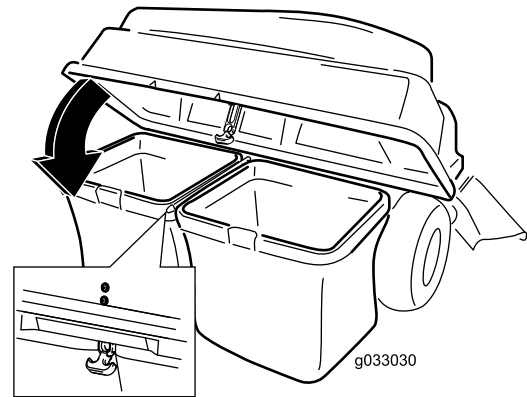

Bild 13
5. Senken Sie die Abdeckung des Heckfangsystems auf die Körbe ab (Bild 13).